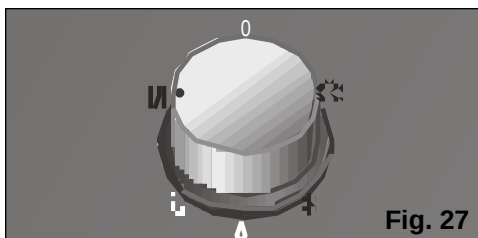

Fig. 27
- ☐ Sélectionnez la fonction chauffage, **Fig. 27**.